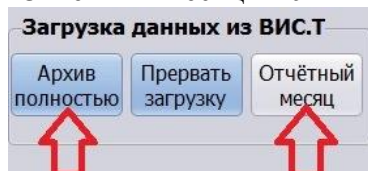

Рисунок 7.
5.1.7. Нажмите на кнопку «Отчётный месяц» **ИЛИ** «Архив полностью» (рисунок 7).